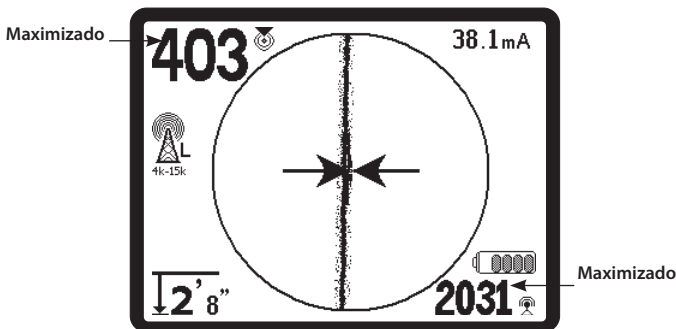

Figura 23: Localização de Elevada Probabilidade
3. **Utilize as Setas de Direcção, o Número de Proximidade, a Intensidade do Sinal e a Linha de Procura** para orientar a procura de linhas. Estas informações são geradas a partir de características do sinal discreto para ajudar o operador a compreender a qualidade da localização. Um sinal emitido **não distorcido** de uma linha é mais forte directamente sobre essa linha. (Nota: contrariamente às linhas de Procura do Sinal, as setas de direcção exigem que o utilizador *oriente o localizador* de forma que as setas de direcção indiquem 90 graus em relação à linha de Procura do Sinal. (Veja a Figura 23.))